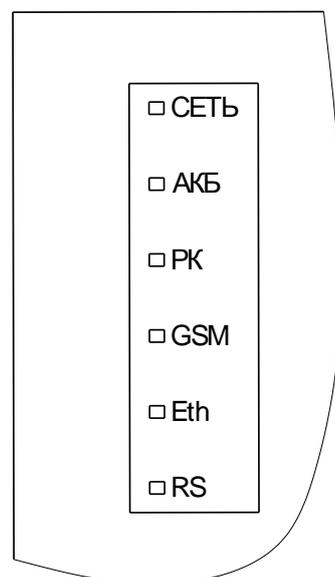

Рисунок 1.3
Под стеклом, над печатным узлом управления расположен узел индикации со светодиодами: «Сеть», «АКБ», «ПК», «GSM», «Eth», «RS» (рисунок 1.3).
1.5.2.3 Режимы работы единичных световых индикаторов (светодиодов) на лицевой панели устройства (печатного узла индикации, рисунок 1.3) приведены в таблице 1.4.